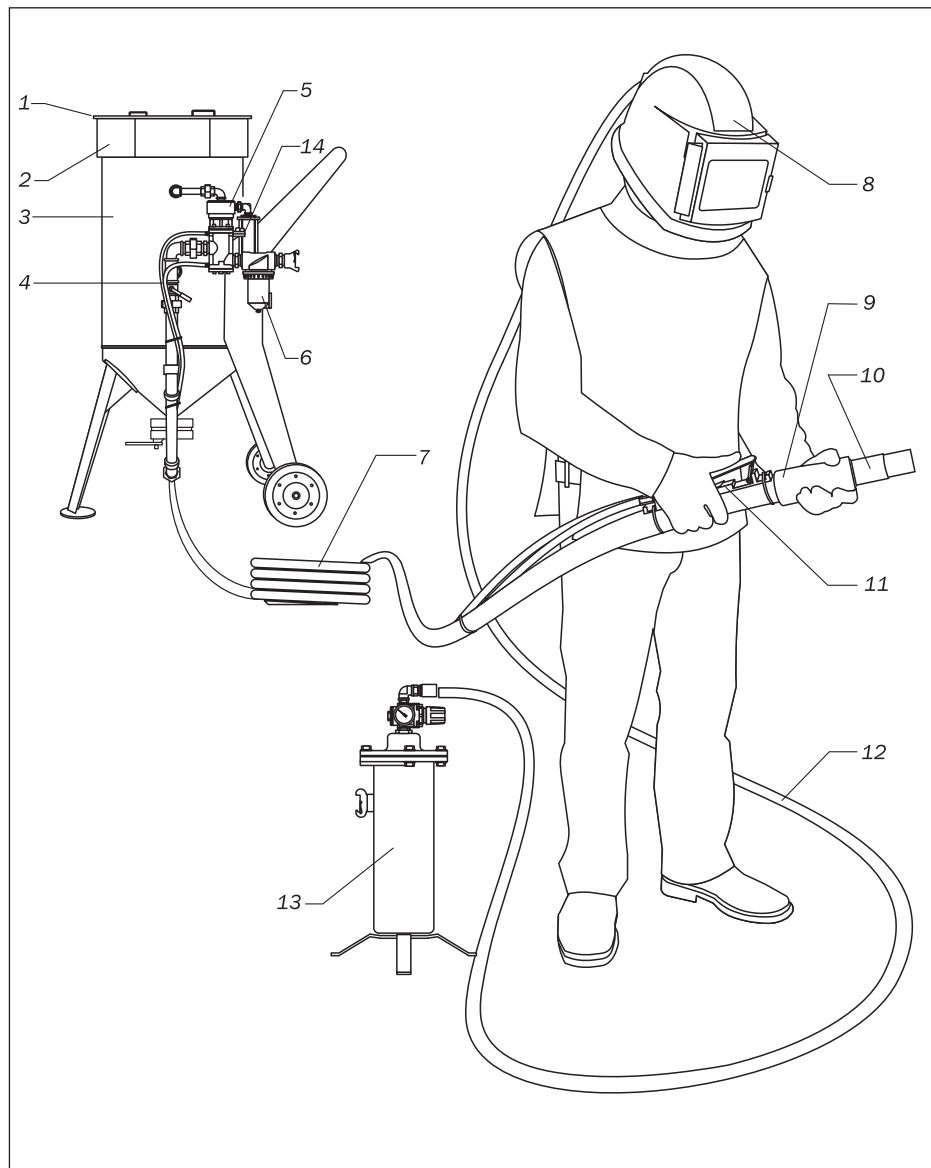

Рис. 2.1
◀ Рис. 2.1.
10. Открыть предохранительный шаровый кран 14 (рис. 2.1).
ВО ВРЕМЯ ПЕРЕРЫВА В РАБОТЕ ВСЕГДА ОТКРЫВАЙТЕ ПРЕДОХРАНИТЕЛЬНЫЙ ШАРОВЫЙ КРАН 14 (рис. 2.1) НА ВЕНТИЛЕ ДУ (НАПРОТИВ СИНЕЙ МАГИСТРАЛИ СДВОЕННОГО РУКАВА TWINLINE).